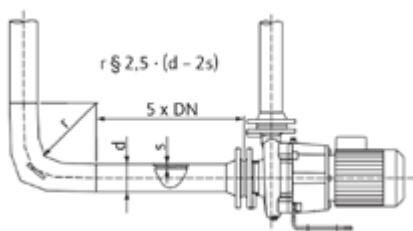
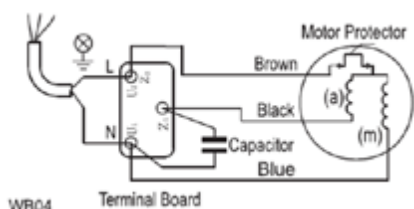

Fig. 4: Участок выравнивания потока перед и за насосом
Fig. 5: Подключение переменного тока
- Подключение к сети зависит от мощности двигателя P2, сетевого напряжения и типа включения. Требуемое переключение соединительных перемычек в клеммной коробке можно определить по следующей таблице, а также Fig. 4 и Fig. 5.